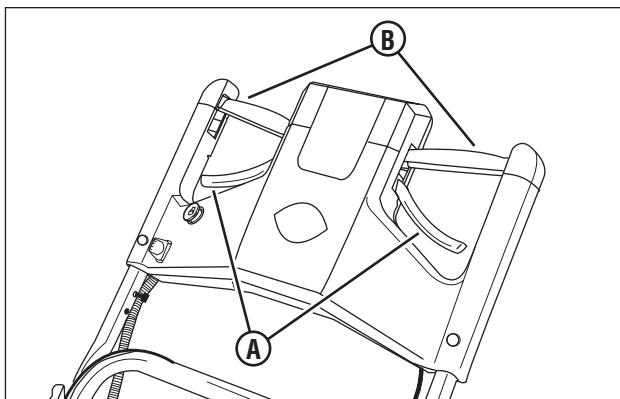

Figure 1 : Commandes de tonte
2. Vérifier la commande de lame (**A**, **Figure 1**) et la commande d'entraînement (**B**) afin de s'assurer qu'ils fonctionnent librement.